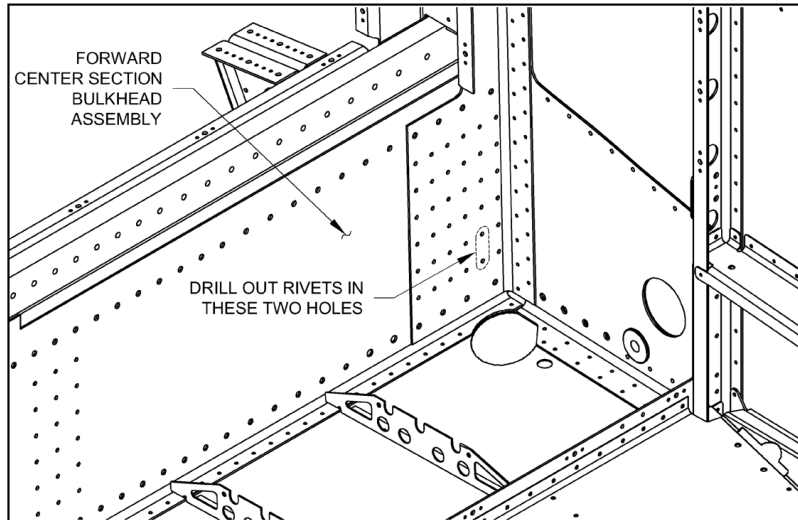

FIGURA 3: Removendo rebites do Bulkhead
Passo 18: Remova os dois rebites AN470AD4 localizados na Figura 3, de ambos os lados do Conjunto do Bulkhead da Seção Central Frontal. Para técnicas de remoção de rebites, consulte a Seção 5.4 do KAI, "REMOVENDO REBITES 'AN' ".